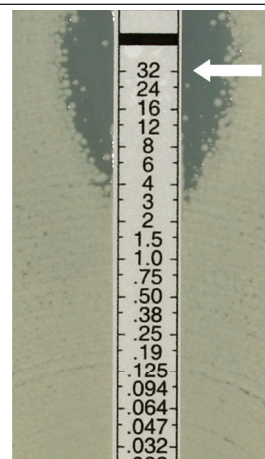

Рис. 12
- Для бактерицидных препаратов, таких как цефотаксим, конечное значение МИК следует учитывать в конечной точке полного ингибирования роста. Помутнение и макро- или микроколонии в пределах 3 мм от тест-полоски следует учитывать как рост (**рисунок 12**).